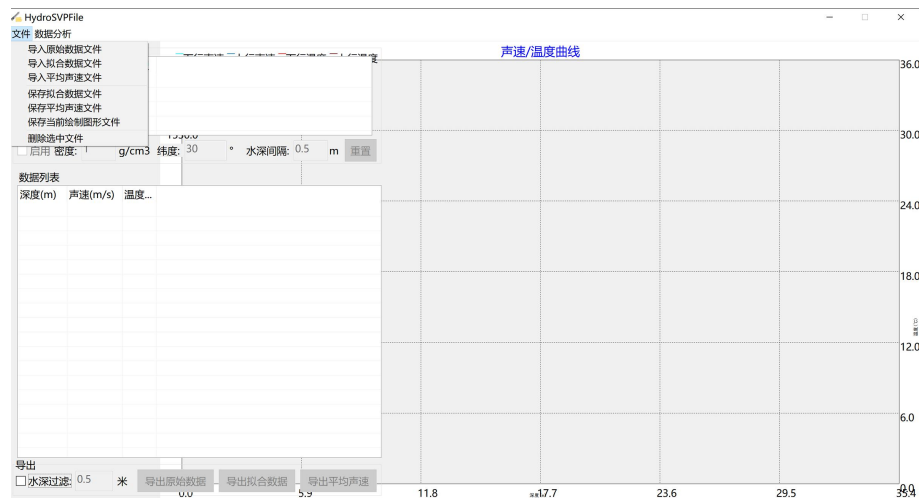

图 12.23 文件界面
(2)“处理文件”可以对声速剖面数据进行“导入原始数据文件、导入拟合数据文件、导入平均声速文件、保存拟合数据文件、保存平均声速文件、保存当前绘制图形文件、删除选中文件。如图 12.23 所示。